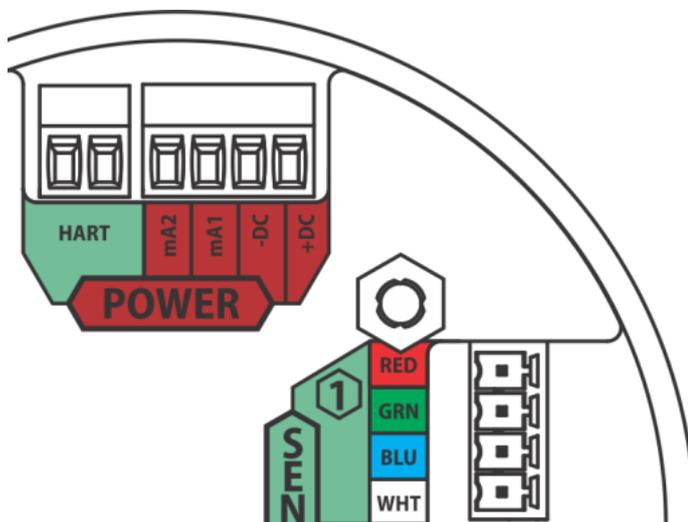

Abb. 31 Stromversorgungs-, HART- und Sensoreingänge
- (1) Entfernen Sie die ULTIMA X5000-Abdeckung durch Drehen gegen den Uhrzeigersinn.
- (2) Am Metallbügel ziehen, um die Elektronik zu entfernen und Zugang zu den Sensor- und Stromversorgungsanschlüssen zu erhalten.
- (3) Den roten Stromversorgungsanschluss entfernen.
- (4) Mit einem kleinen, flachen Schraubendreher die Leitereingänge am Anschluss öffnen.
- (5) Die Kabelschutzhülle abziehen, um die Abschirmung und die vier einzelnen Drähte freizulegen.
- (6) Die Leiter für Stromversorgung und die Analogausgänge anschließen. Die Leiterpositionen sind auf der Abdeckplatte angegeben (siehe Abb. 31):